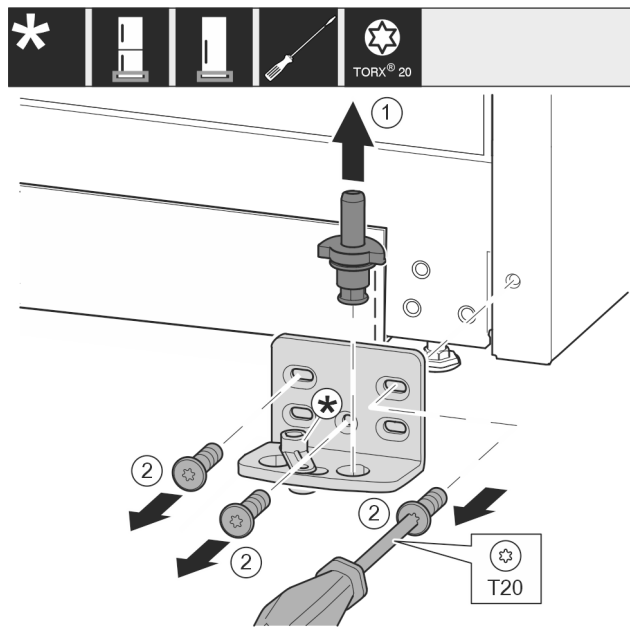

Fig. 16 *
- ▶ Извадете изцяло нагоре лагерния болт Fig. 16 (1)*
- ▶ Отвийте винтовете Fig. 16 (2) с отвертка и свалете лагерната стойка.*